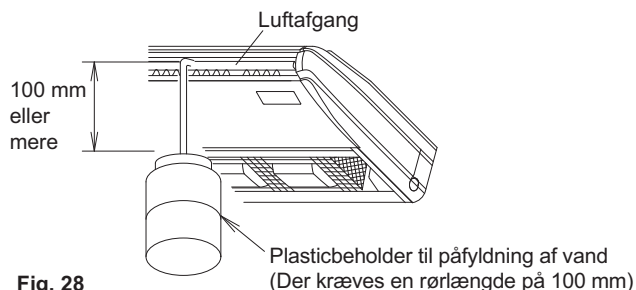

Fig. 28
(2) Når rørintallation er afsluttet, skal du kontrollere, at drænvandet flyder uhindret.
- Hæld langsomt 0,6 liter vand til drænkontrol ind i afløbsbakken gennem luftafgangen. (Se fig. 28)